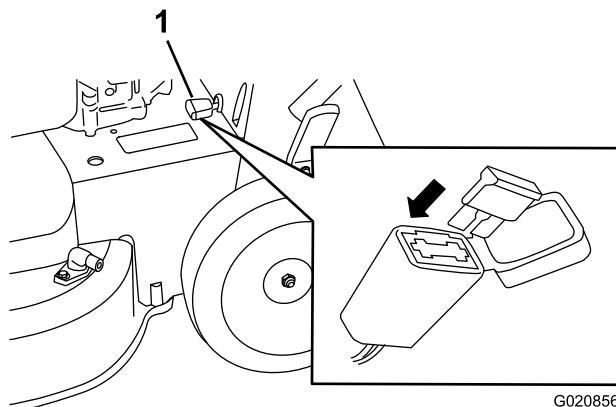

Рисунок 34
- Откройте герметичный держатель предохранителя и замените предохранитель (Рисунок 34).